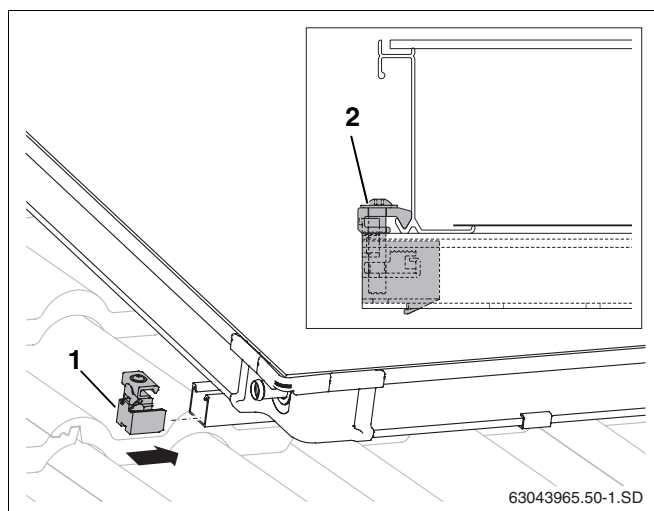

Рис. 49 Односторонний зажим коллектора слева
- Задвинуть односторонние зажимы (рис. 49, поз. 1) в верхнюю и нижнюю профильную шину.
- Придвинуть зажимы к раме коллектора и затянуть ключом SW5 (рис. 49, поз. 2).